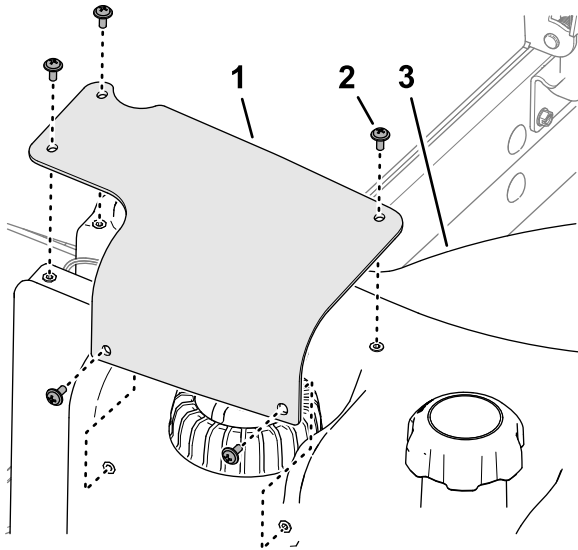

Figura 85
- Retire os cinco parafusos de cabeça Phillips que prendem a cobertura de alimentação de combustível ao depósito de combustível e retire a cobertura (Figura 85).